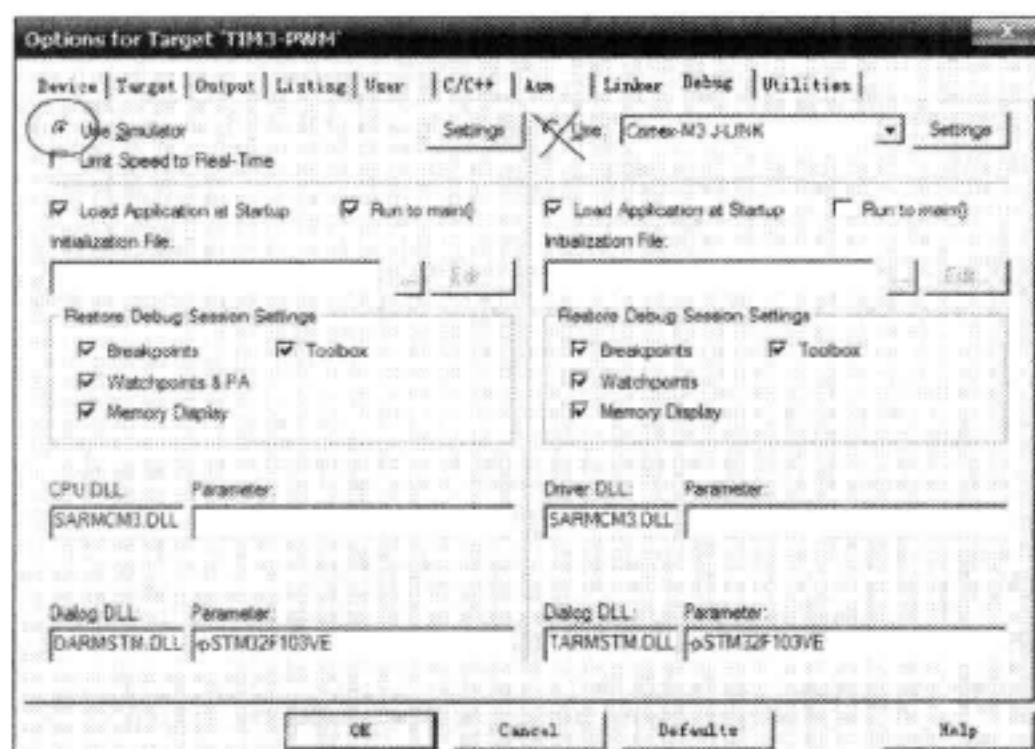

图 13-12 选择软件仿真
3) 选中 Use Simulator 选项, 然后点击“OK”按钮即可, 见图 13-12。